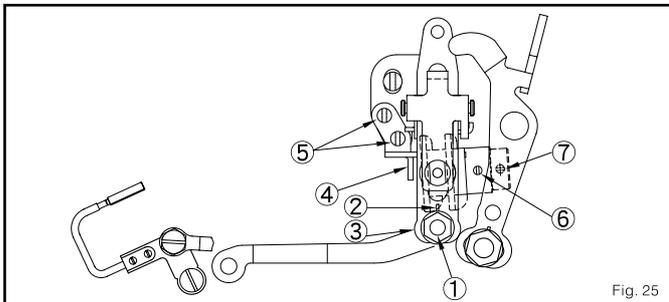

Fig. 25
- (1) quando planejar isto de ser cosido que pára, ajuste a gorjeta do conector de barra da faca móvel de partiu para corrigir
- (2) solta a noz 1 fixa da gorjeta do conector da faca móvel.
- (3) ajusta a gorjeta do conector de barra para engrenar, e afio a fio que marca do apoio do rebordeador com a borda externa da faca móvel. (Fig. 25)
(4) assegura a noz fixa da gorjeta do conector de barra da faca móvel fortemente.
(5) se orienta a gorjeta do conector de barra ao direito para aumentar o valor posterior. Por outro lado, se orientar isto à esquerda diminuirão o valor.
3. Se contudo não pode adquirir a mudança de posição só a gorjeta do barra conector (Fig.25)